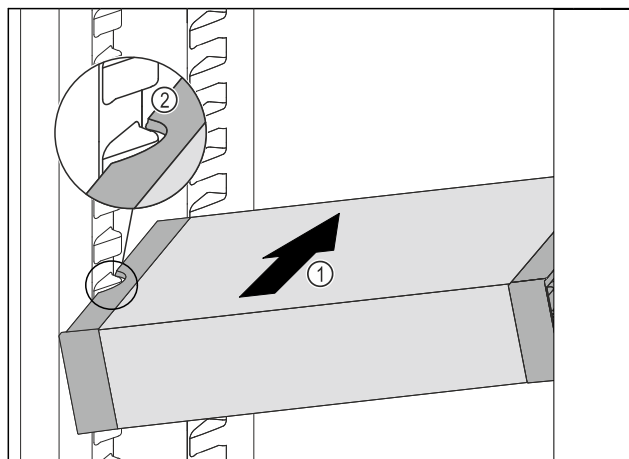

Fig. 142
- Introduzca el VarioSafe en posición oblicua en el compartimento del frigorífico Fig. 142 (1) hasta que los huecos laterales Fig. 142 (2) del VarioSafe se encuentren a la altura de la nervadura del recipiente en el compartimento frigorífico.